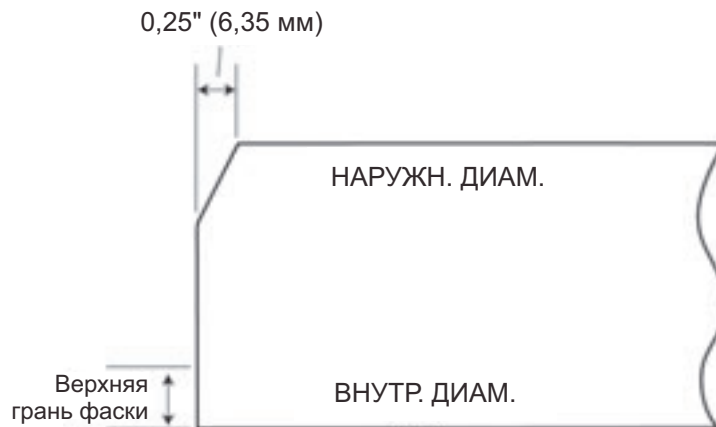

Рис. 3-41. На рисунке показан профиль первого прохода с использованием шаблона для прямой фаски.
**Примечание.** При первом проходе выполняется снятие материала, показанное на рис. Рис. 3-41.